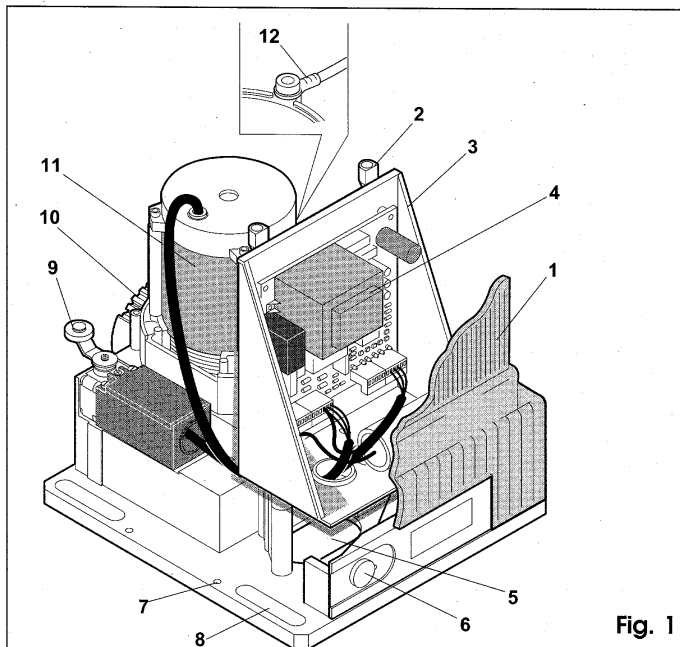

Fig. 1
- 6) Fissare l'operatore sulla piastra di fondazione utilizzando le viti e rondelle in dotazione come da fig. 6. Il posizionamento dell'operatore è indicato nella fig. 5. Durante tale operazione fare passare i cavi elettrici attraverso l'apposito foro (fig. 1-rif.5) presente sulla base del corpo del motoriduttore.
- 7) Fare passare i cavi elettrici di collegamento attraverso l'apposito foro presente sulla base del supporto dell'apparecchiatura (fig. 1-rif.3) utilizzando il pressacavo in dotazione.
Importante : 1) Collegare il cavo di terra dell'impianto sulla posizione di fig. 1-rif. 12.